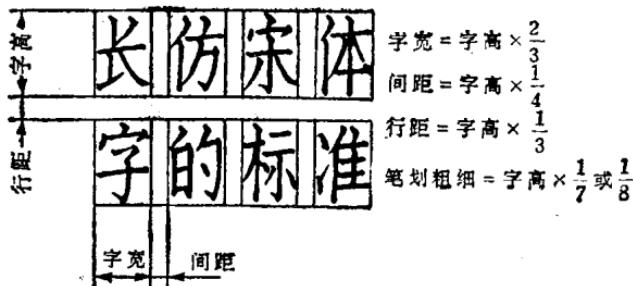

图23 中文字体示例
1. 中文字体 推荐采用长仿宋体，并应采用国家公布实施的简化汉字。长仿宋体字的特点是：笔划挺直，粗细一致，结构匀称，清晰美观。书写时，一律采用直体字，如图 23 所示。写这种仿宋体字的要领主要是：字体端正、横平竖直、注意起落、